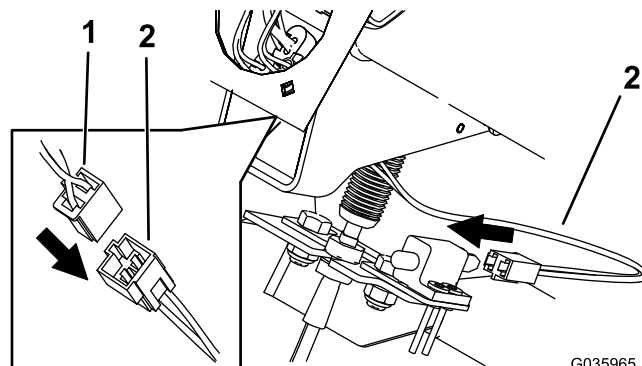

Figura 11
4. Collegate il cablaggio preassemblato della macchina al cablaggio preassemblato dell'estensione della frizione (Figura 11).
5. Collegate il cablaggio preassemblato dell'estensione della frizione nel microinterruttore della frizione (Figura 11).